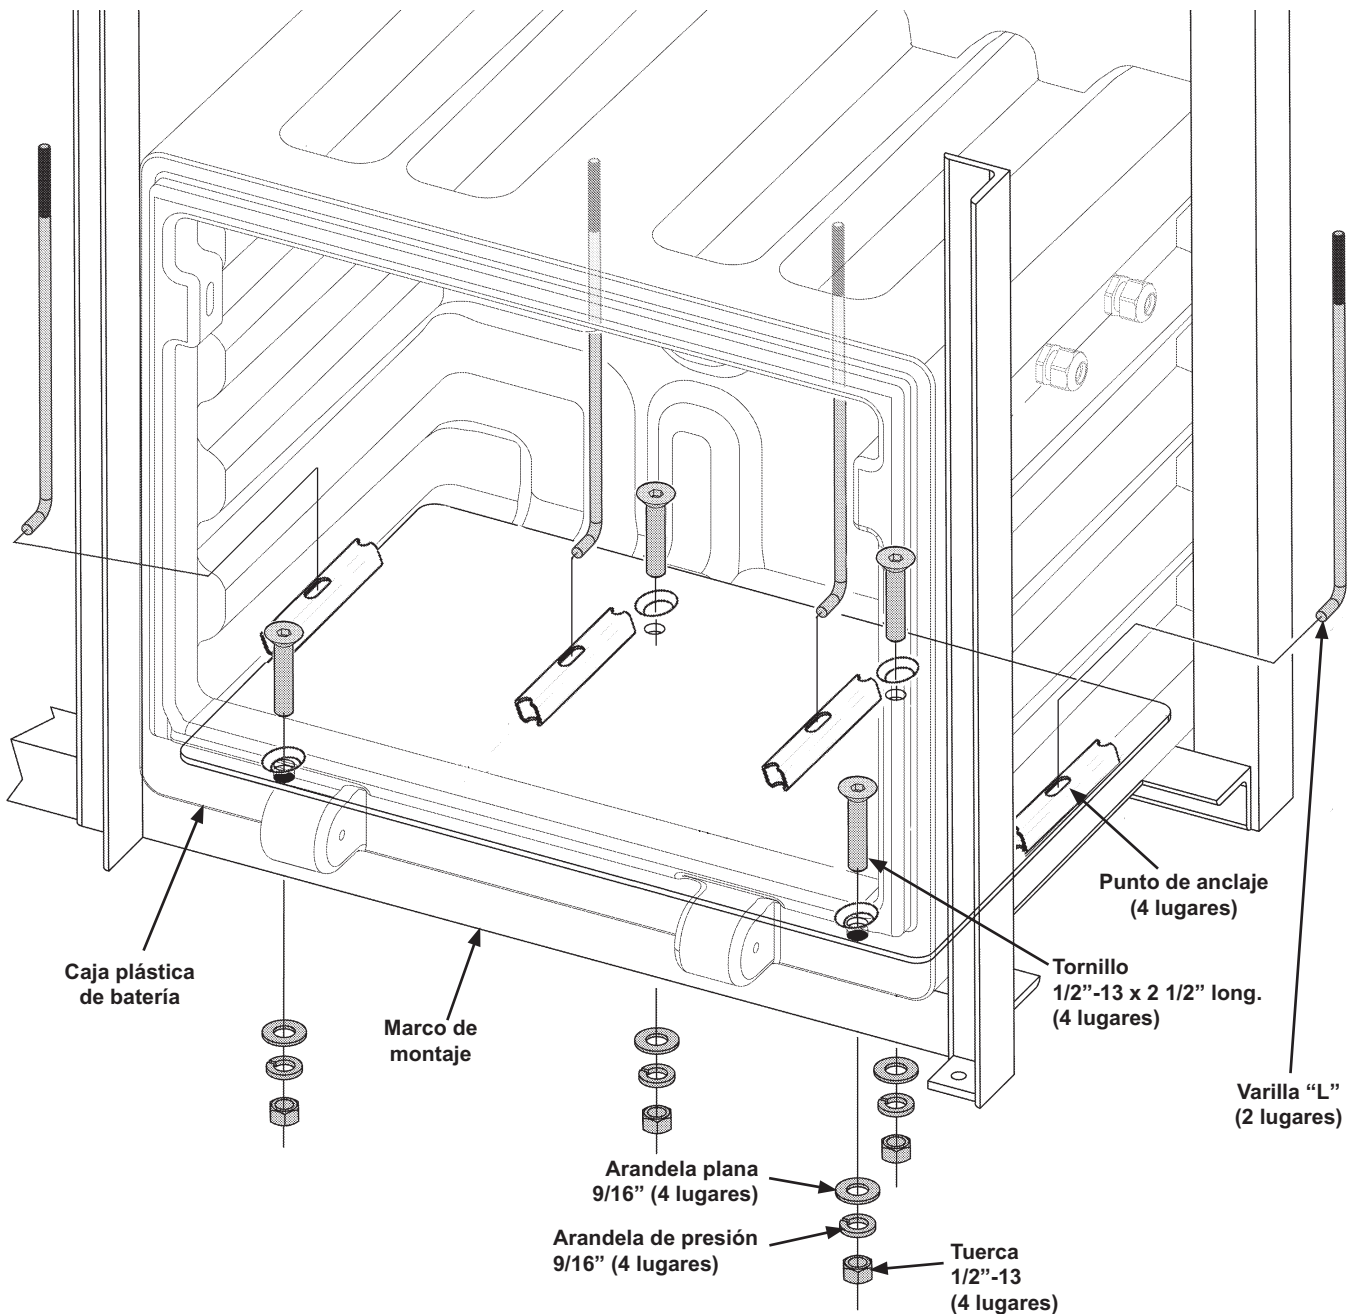

FIG. 5-1
1. Atornile la placa de la batería (j. de art.) a la caja de la batería y marco de montaje como se muestra en la **(FIG. 5-1)**.
2. Inserte las 4 varillas "L" (j. de art.) en los puntos de anclaje sobre la placa de la batería (j. de art.) **FIG. 5-1**.